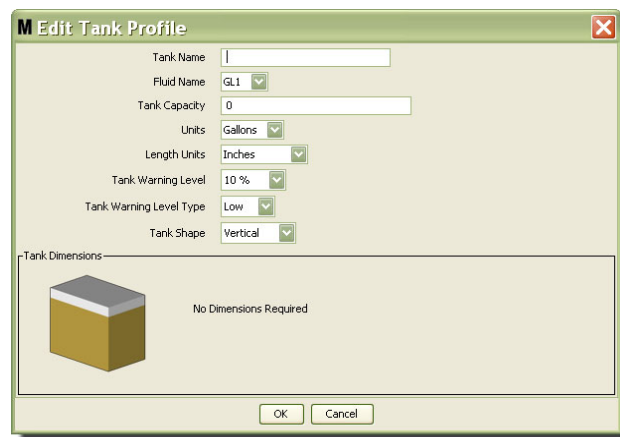

FIG. 101
3. Het scherm voor bewerking van het tankprofiel zoals in FIG. 101 wordt weergegeven.